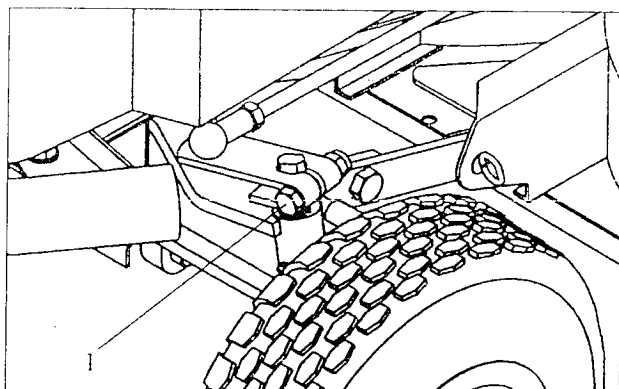

Fig. 10
Na vijf uur gebruik (Fig. 10), de vijs (1) op de linker verticale as aanspannen.